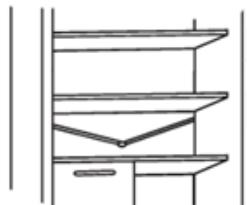

Fig.19
- Mantenere pulito il tubo di drenaggio (Fig. 19) nel comparto frigorifero in modo che non si riempia d'acqua.